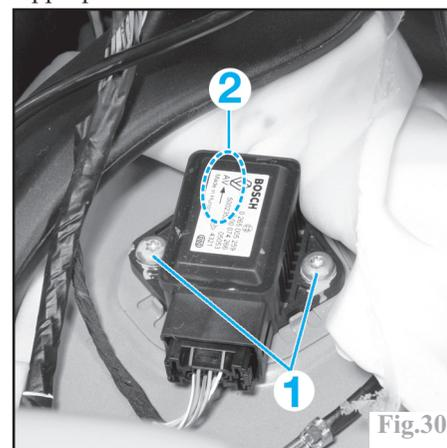

Fig.30
Déposer les vis de fixation (1) du capteur de vitesse (Fig.30) de lacet et d'accélération transversale et le dégager avec précaution.
- orienter la flèche (2) sur le capteur (Fig.30) vers l'avant du véhicule (sens d'avancement) et respecter le couple de serrage de ses vis de fixation.